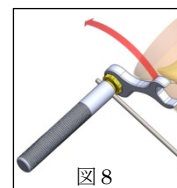

図8
- PinFix 創外固定器用たわみ止めとレンチまたは PinFix 創外固定器用スパナを用いて PinFix 創外固定器を締め付ける(図8)。